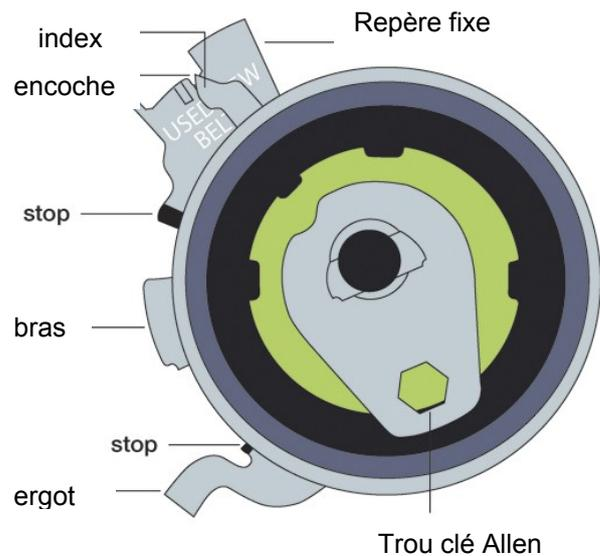

Fig. 3
14. Ajuster le tendeur (pendant qu'on maintient en place la vis du tendeur), jusqu'à ce que l'index se mette sur l'encoche (V - position "NEW"); le trou de la clé Allen doit être maintenant dans la position +/- 5 heures (fig. 3)